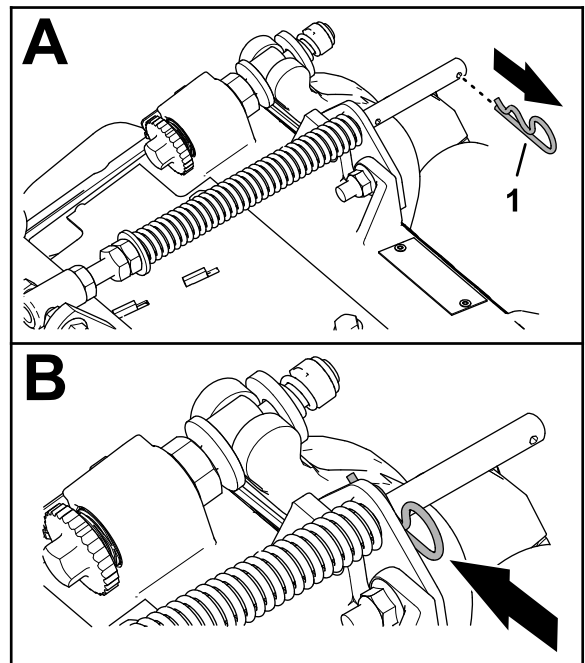

Bild 16
1. Wenn der Splint im hinteren Loch der Kompensierungsfederstange installiert ist, entfernen Sie den Splint und setzen Sie ihn in das Loch neben der Halterung ein (**Bild 16**).